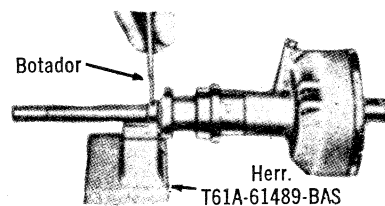

Fig. 7 — Extracción o Instalación de Pasador Sujeción de Collar. Típico.
15. Quite el pasador del collar del eje (Fig. 7).
4. Coloque el collar en su lugar en el eje y alinee los agujeros del collar y del eje e instale un pasador nuevo (Fig. 7). Instale las abrazaderas de la tapa del distribuidor.